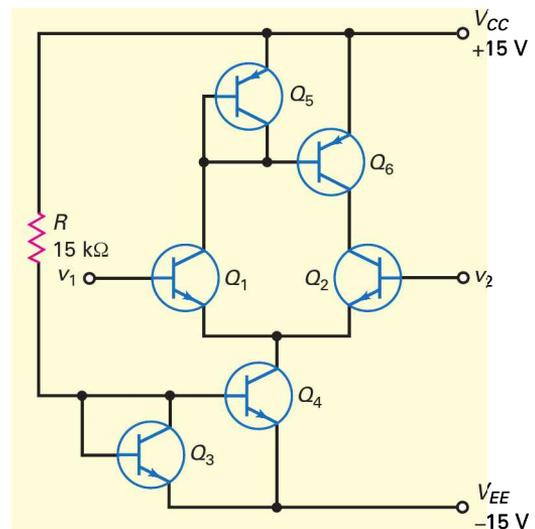

Figure 15.38
- 15.22** Dans la figure 15.38, les transistors Q_3 et Q_5 sont montés pour se comporter comme des diodes compensatrices pour Q_4 et Q_6 . Que vaut le courant de queue ? le courant dans la charge active ?
- 15.23** La résistance $15\text{ k}\Omega$ de la figure 15.38 est changée pour avoir un courant de queue de $15\text{ }\mu\text{A}$. Quelle est sa nouvelle valeur ?